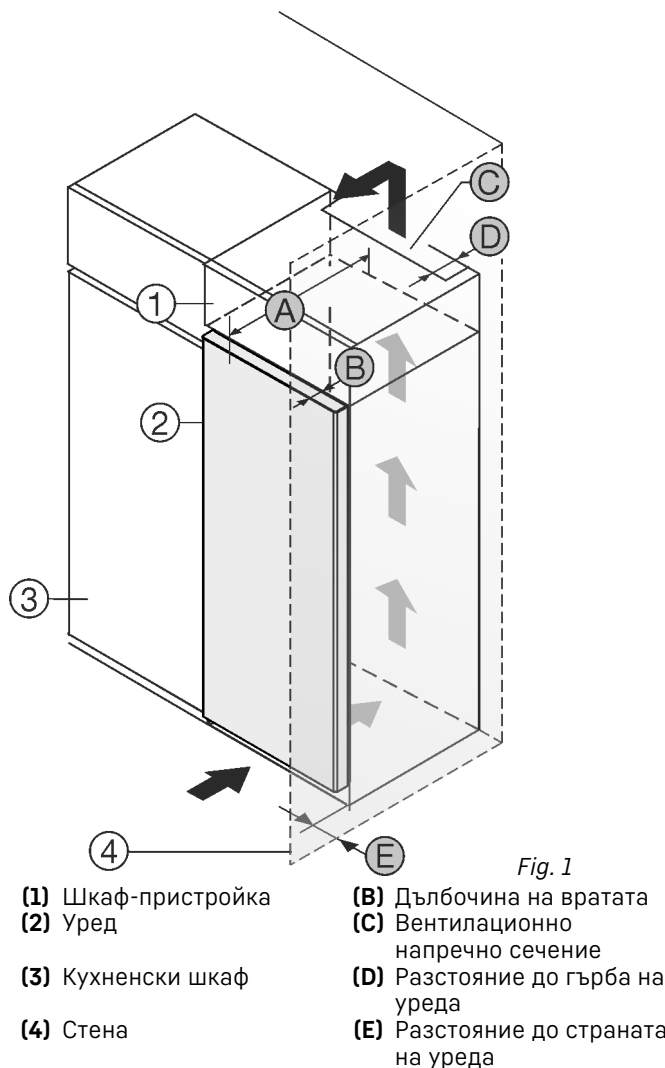

Fig. 1
Поставете уреда непосредствено до кухненския шкаф Fig. 1 (3).
От задната страна на шкафа-пристройка трябва да има вентилационен отвор с дълбочина Fig. 1 (D) по цялата ширина на шкафа-пристройка.
Под тавана на помещението трябва да е спазено сечението за вентилация Fig. 1 (C).
Когато уредът се поставя с пантите до стена Fig. 1 (4), разстоянието между уреда и стената трябва да е поне 13 mm.
Когато уредът се поставя с пантите до стена Fig. 1 (4), разстоянието между уреда и стената трябва да е поне 20 mm.
За да могат вратите да се отварят изцяло, уредът трябва да е издаден с дълбочината на вратата Fig. 1 (B) спрямо челото на кухненския шкаф. В зависимост от дълбочината на кухненските шкафове Fig. 1 (3) и използването на детайли за отстояние от стената, уредът може да излезе още по-напред.